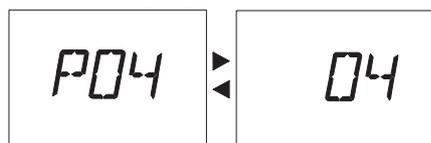

Рис. 39
- 6 На ЖК-дисплее параметр **P04** чередуется с **04** (Рис. 39).